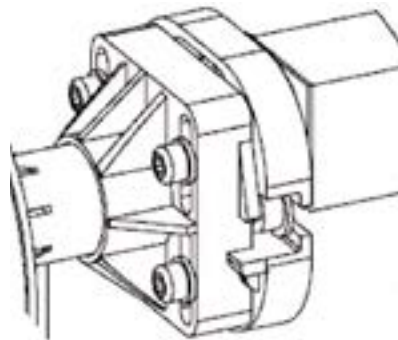

Figure 41 – Montage de l'axe sur le support de palier
Posez l'axe de couverture automatique sur la bride de support de palier (*Figure 41*).
Procédez alors à la mise à niveau de l'axe : à l'aide d'un niveau posé sur l'axe de couverture, réglez la position du palier dans son support si nécessaire, par l'intermédiaire des quatre vis reliant le palier à la bride de support de palier (voir *Figure 41*). Lorsque l'axe est horizontal, bloquez ces quatre vis.
Montez les deux équerres de support de parois de séparation (12) sur les platines (5) par le biais de quatre écrous (14) et quatre rondelles (13) de diamètre 8 mm en inox A4. Veillez à ce que les avancées sur lesquelles sont présents les trous oblongs sur les équerres (12) soient situées du côté opposé au skimmer et à l'axe de couverture automatique (voir zoom sur les équerres de support de parois de séparation (12) à la Figure 41).